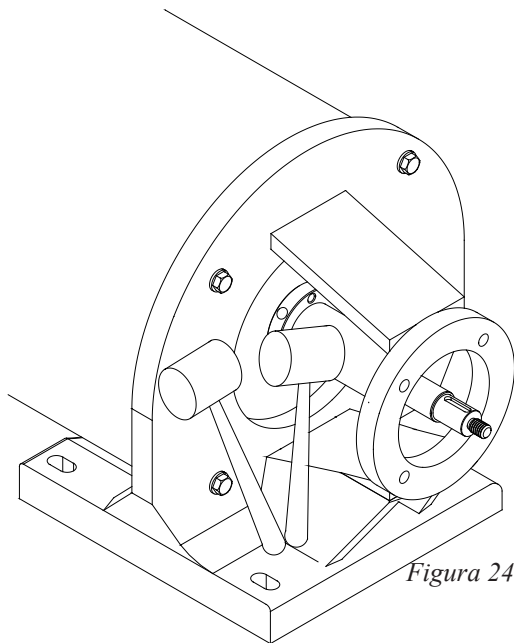

Figura 24
- Para hacer el espaciamiento, coloque el calce original de la carcasa, si fue surtido con la bomba, en la bomba y la carcasa de la bomba (menos el sello estacionario) sobre el soporte de la brida (2).
- Deslice el anillo de arrastre frontal (o el espaciador del sello) sobre el eje de la bomba (7).
- Instale la chaveta (8), el impulsor (22) y la tuerca del impulsor (23). Apriete la tuerca del impulsor mientras sostenga los alabes del impulsor.
g) Alínee la ranura del collarín del eje (6) directamente sobre una de las ranuras en el eje (Figura 24).
h) Apriete el tornillo del collarín del eje (5) en el collarín (6) al torque apropiado, ver la página 5 (Figura 24).